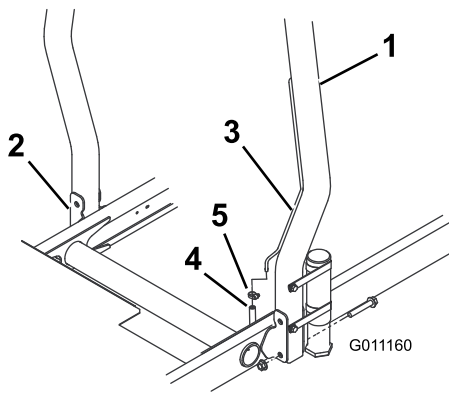

图12
- 将翻车保护杆放低到主机安装架上，对齐安装孔。确保翻车保护杆上的排气管位于机器的左侧（图12）。
2. 用 2 个凸缘头螺栓和锁紧螺母将翻车保护杆的两侧固定到安装架上 (图12)。上紧紧固件扭矩至 81N•m。